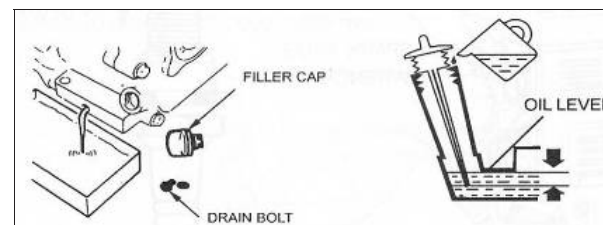

Bild 27
9.6.3 Ta bort dräneringsbulten och töm oljan i behållaren genom att luta motorn mot oljelocket/oljesticka något. (Bild 27)